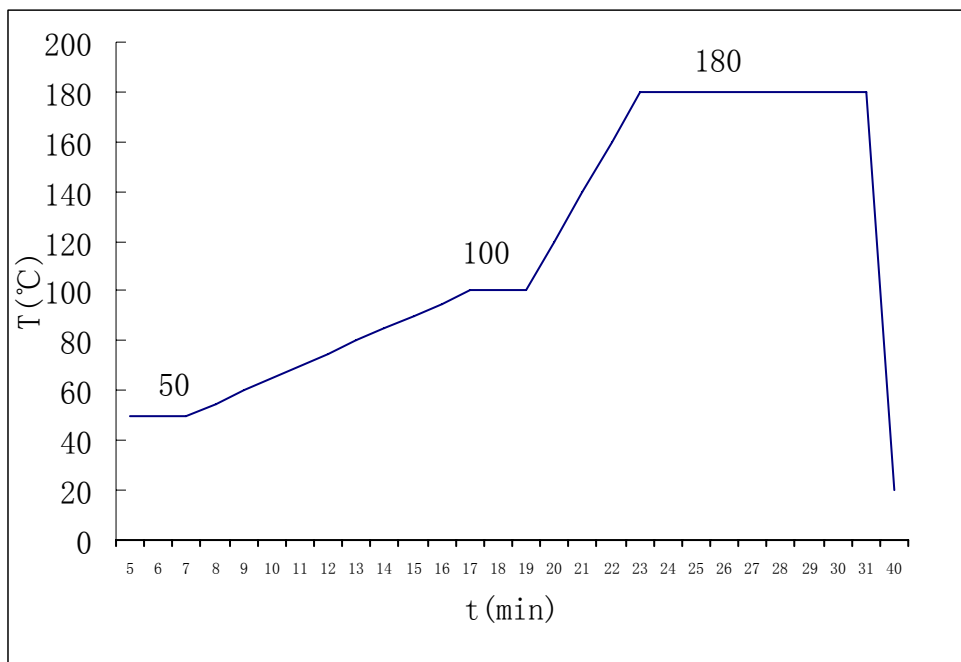

图 3-2-3
- 2、 柱室程序升温温度设定：若需按图 3-2-3 所示的温度变化曲线设定程序升温，其操作方法如下：